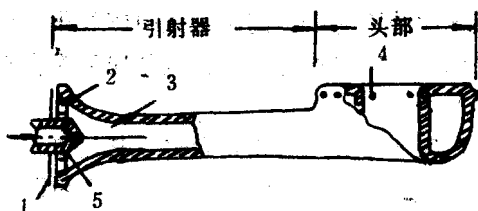

图 1 大气式燃烧器示意图
(1) 燃气燃烧器种类。燃气燃烧器是用来组织燃气燃烧的，使燃气的化学能转化为热能。按燃烧时一次空气供应量（即一次空气系数大小），燃气燃烧器可分为：扩散式、大气式和无焰式燃烧器。
①扩散式燃烧器。工作时，燃气在一定压力下进入燃烧器内，经火孔逸出后，从周围空气中获得氧气而燃烧，形成扩散火焰，其一次空气系数为零。
②大气式燃烧器。预先混合部分空气进行燃烧的燃烧器。一次空气系数通常为 $0.6 \sim 0.9$ 。燃烧器由头部及引射器两部分组成，如图 1 所示。工作时，靠燃气本身的喷射能量吸入一次空气，并在引射器内均匀混合，然后经过头部火孔喷出进行燃烧，形成有明显内、外锥体的蓝色火焰。由于一次空气是靠燃气喷射吸入的，所以，这种燃烧器又叫引射式燃烧器。一次进风口一般设有调节进风量装置的调风板，通过调节调风板可以控制一次空气进入量的大小，从而调节火焰内、外锥大小和燃烧温度。